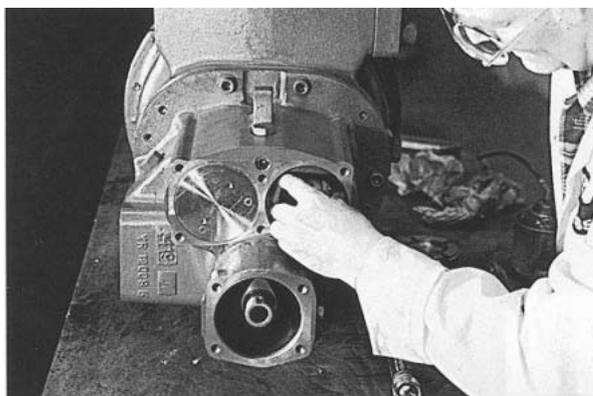

Рис. 141
28. Смажьте и вставьте дисковую пружину "мама". (Рис. 141)